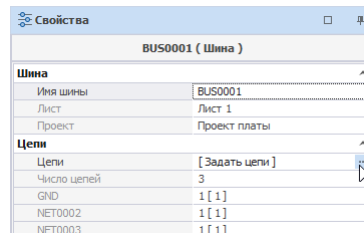

Рис. 114 Окно редактирования списка цепей, входящих в шину
- Из пункта «Цепи» на панели «Свойства». Для этого необходимо нажать на кнопку **\*\*\***, см. Рис. 114.